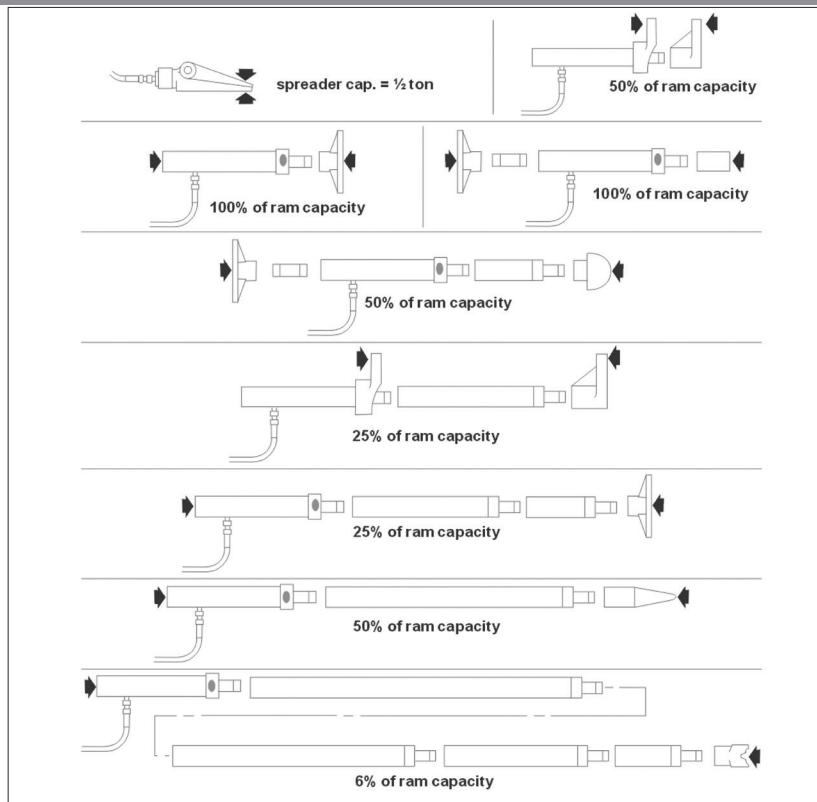

Fig. 01
- Wenn die Anbauteile verwendet werden, sinkt die Nennkapazität des Hydrauliksystems um 50 %. Für jedes weitere montierte Verlängerungsrohr sinkt die Nennkapazität um weitere 50 %. Falls zwei oder mehr Verlängerungsrohre verwendet werden, bauen Sie immer das kürzeste Rohr am weitesten von der Ramme entfernt ein.(Fig. 01)